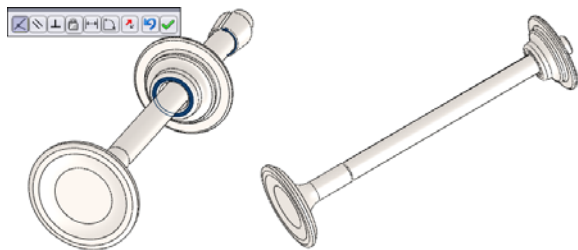

图 16-155 添加重合配合
- 15 选择如图 16-155 左图所示的面，单击 【重合】按钮。单击 【确定】按钮，完成添加配合，如图 16-155 右图所示。